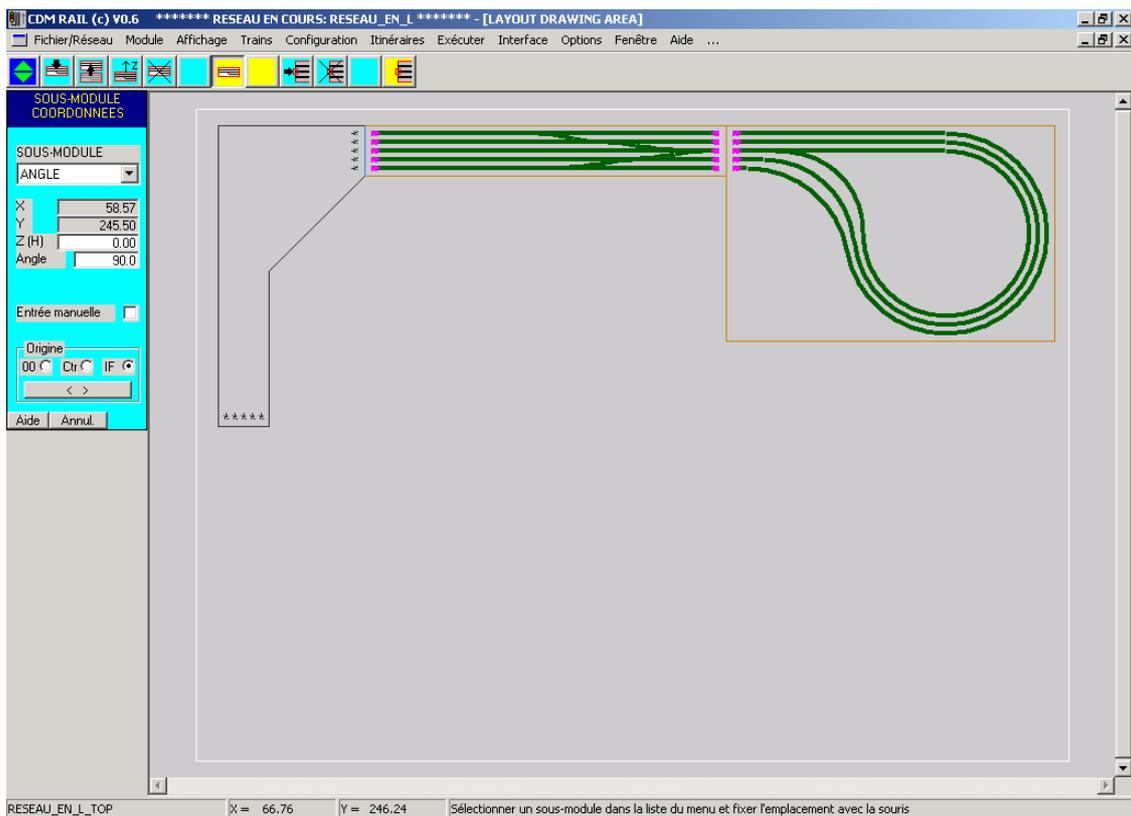

Figure MM-5-7 Effet d'attraction avec l'interface en haut à gauche du module HAUT
- Approcher le curseur de la souris de l'interface située en haut à gauche dans le sous-module "HAUT". Un effet d'attraction se produit, et le schéma du sous-module "ANGLE" vient se juxtaposer au sous-module "HAUT", **avec rotation automatique**, comme indiqué sur la figure MM-5-7.